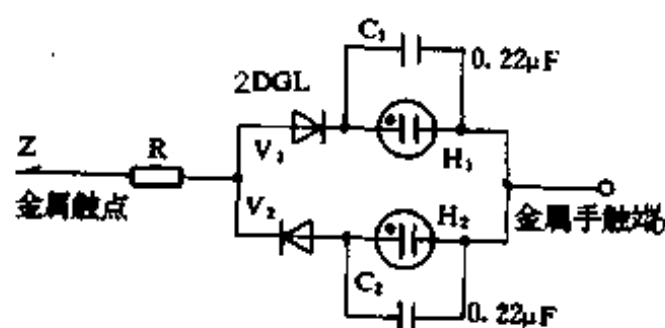

图1-196
闪光,表明该物体带有正电荷;H2 闪光时,为负电荷;均不发光,则无电荷。③将金属触头放在距高压电体 2cm 处,其中一只氖管就会闪光,这是高压电场作用的结果,可用它来检修电视机、除尘器等家用电器,其极性判别同上所述。电原理图如图 1-196 所示。